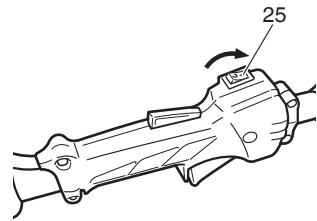

Fig. 15
(1) Lleve la llave de ignición (25) a la posición ON (encendido). (Fig. 15)